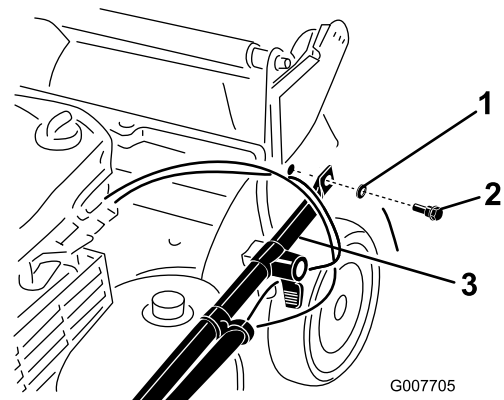

Figura 3
2. Montate le estremità della stegola sulla scocca della macchina con 2 rondelle e 2 bulloni di fissaggio (Figura 3), **ma senza serrare i bulloni**.